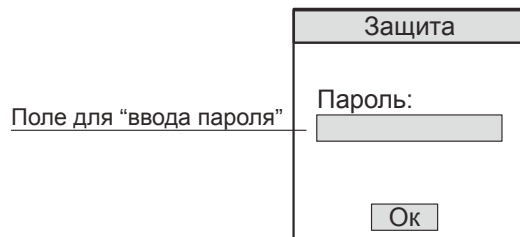

рис. 4
2.6.1.4 Появится окно ввода защитного кода для предохранения от случайного изменения (рисунок 4).